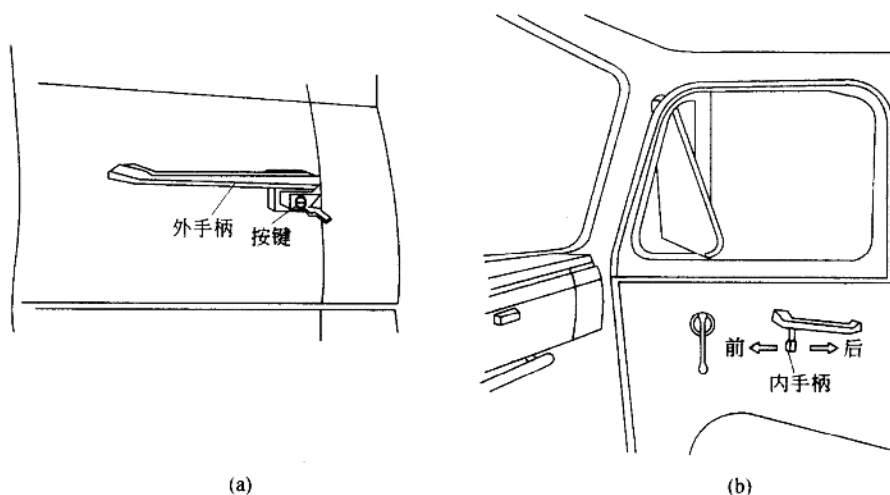

图 1-11 门锁的使用
1. 门锁的使用(见图 1-11)。左车门开启:将钥匙插入外手柄的锁孔内,顺时针转动钥匙 90°,并用拇指按下按键,向外拉即可打开车门。